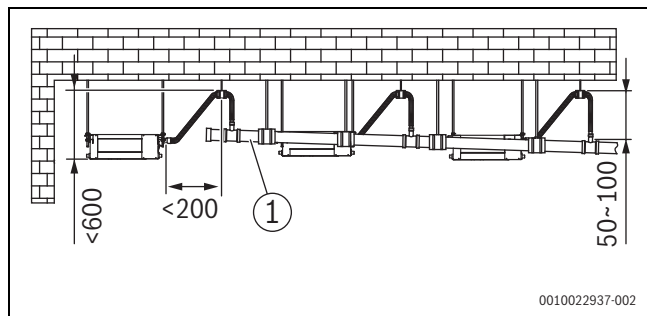
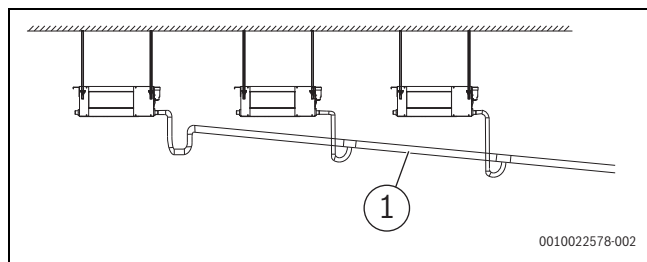

Fig. 96 Instalarea și distanțele aferente țevelor de evacuarea a apei cu pompă de apă [mm]
Fig. 97 Instalarea țevelor de evacuarea a apei fără o pompă de apă
- Instalați țevile de scurgere conform Fig. 96 (cu o pompă de apă) și Fig. 97 (fără o pompă de apă). Orificiul de evacuare pentru țeava de scurgere nu trebuie să fie mai sus decât înălțimea de scurgere, asigurând o pantă descendentă mai mare de 1/100.